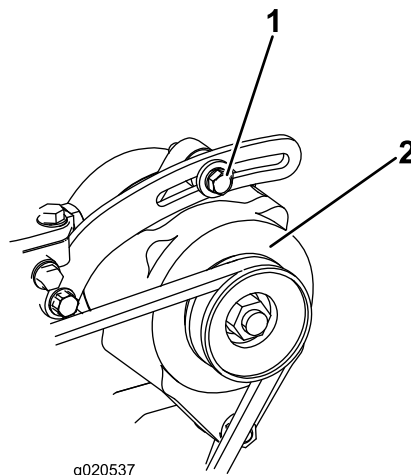

Bild 74
Prüfen Sie den Zustand und die Spannung des Riemens (Bild 74) alle 100 Betriebsstunden.
2. Lockern Sie bei einer Durchbiegung von mehr oder weniger als 10 mm die Befestigungsschrauben der Lichtmaschine (Bild 74). Erhöhen oder reduzieren Sie die Spannung des Lichtmaschinen-Treibriemens und ziehen Sie die Schrauben wieder fest. Prüfen Sie die Riemen Spannung noch einmal auf korrekte Einstellung.